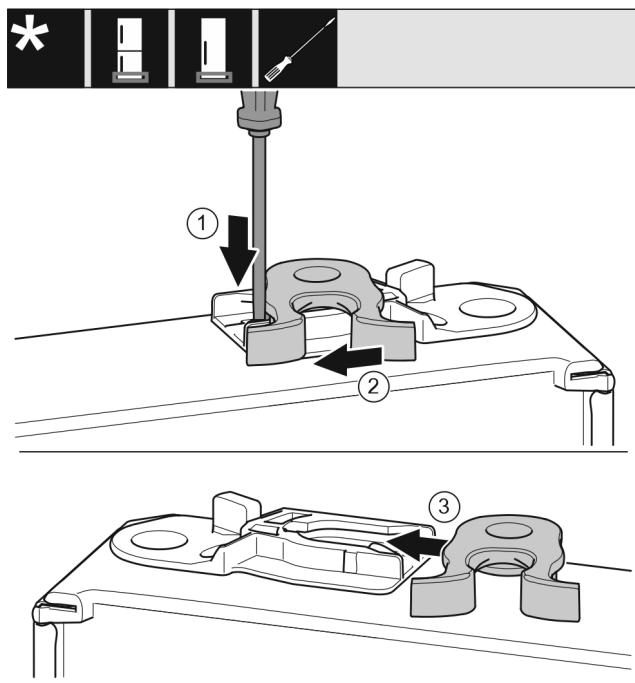

Fig. 16
- Plochým skrutkovačom zatlačte strmeň nadol. Fig. 16 (1)
- Zavárací hák vytiahnite z vedenia. Fig. 16 (2)
- Zavárací hák zasuňte na druhnej strane do vedenia. Fig. 16 (3)